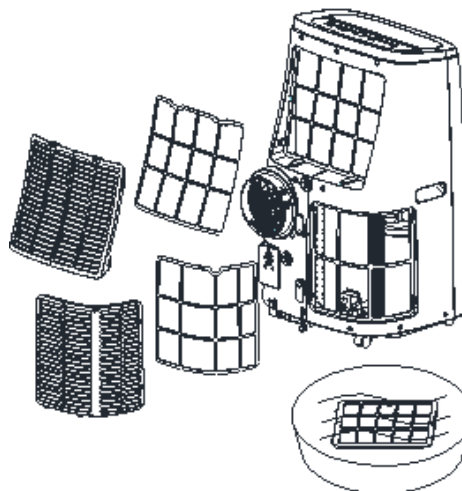

Fig. 6
- Veillez nettoyer le filtre à poussière une fois toutes les deux semaines afin que le volume d'air reste constant. Veuillez nettoyer le filtre avec un détergent neutre et de l'eau à environ 40°C. Veuillez laver tous les résidus de détergent puis laissez sécher le filtre entièrement à l'air avant de le remettre en place sur l'appareil (fig. 6)